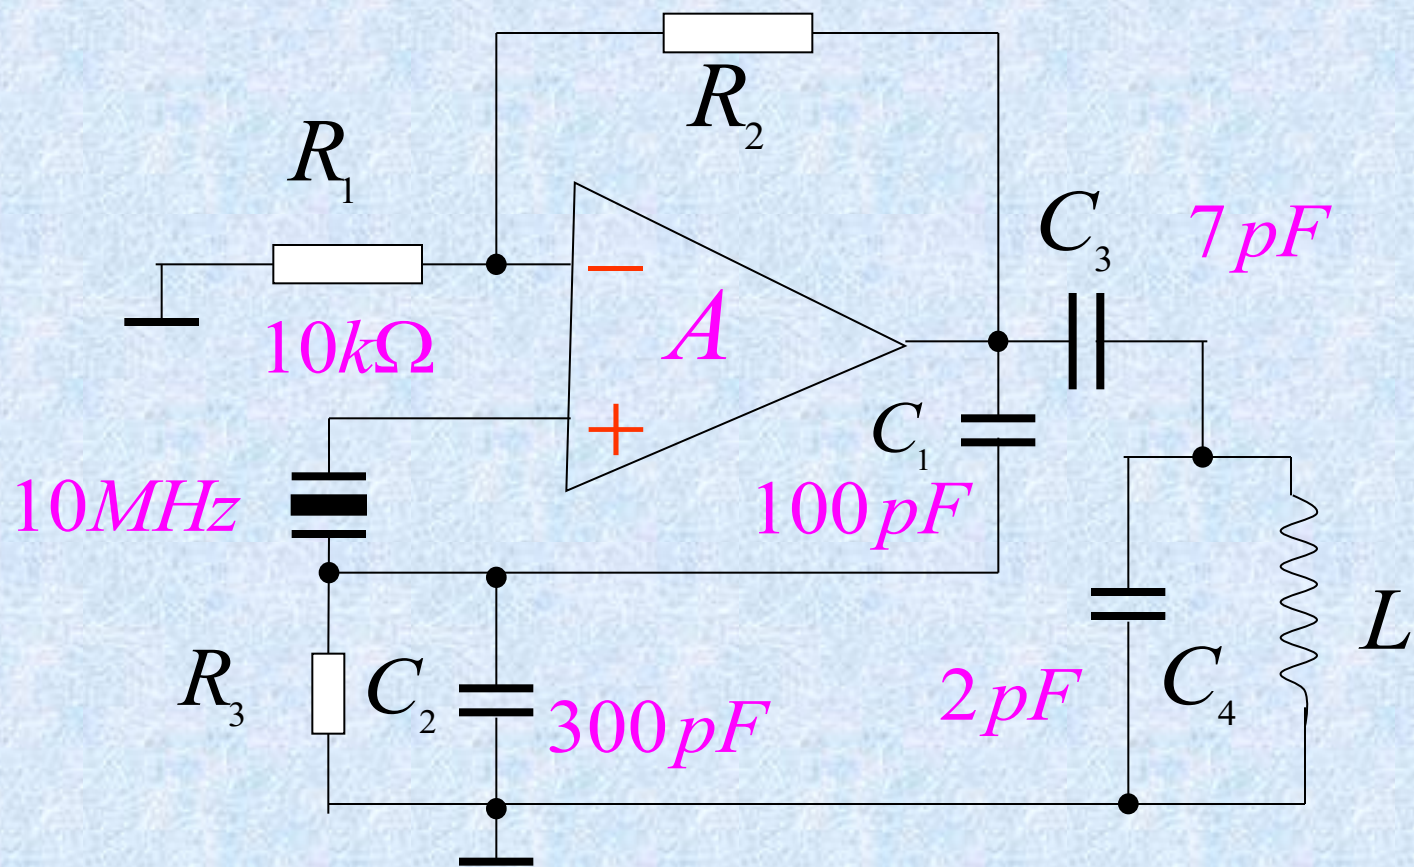

图 10-19 晶振电路
[例题] 对图10-19晶体振荡器，已知晶体串联谐振频率为10MHz.
(3) 由图10-19